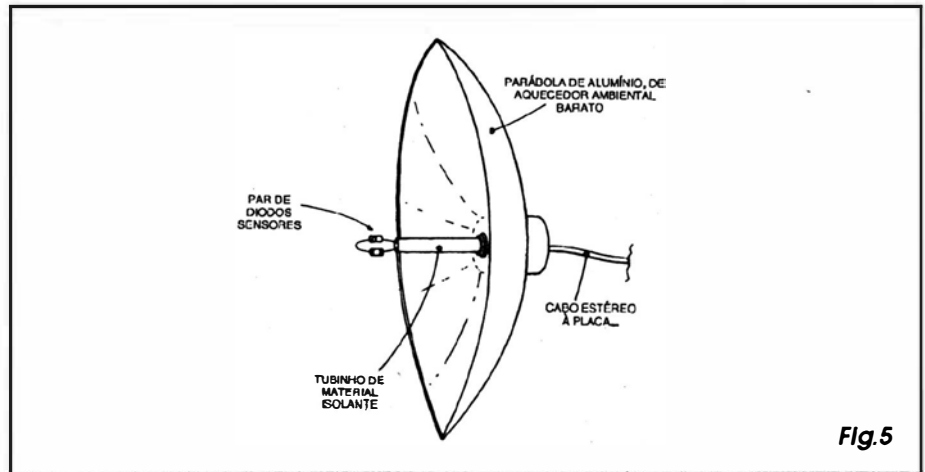

Fig.5
- **FIG. 5 - DETALHAMENTO DO CONJUNTO SENSOR...** - Conforme já foi sugerido anteriormente, torna-se muito prático o uso de uma parábola de alumínio, aproveitada de um aquecedor ambiental barato (desses que contém apenas uma re-